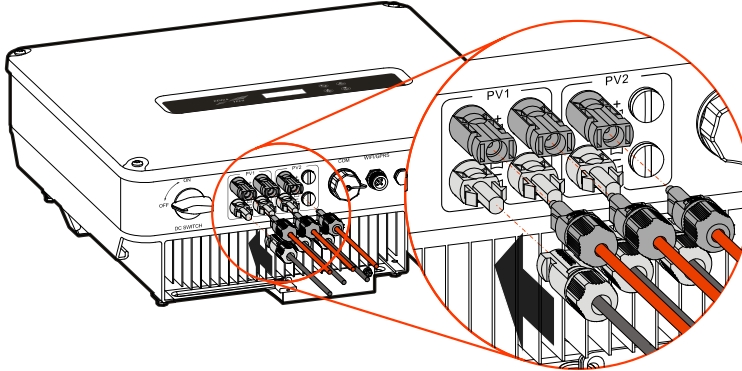

Figure3-21 Connecter le connecteur PV
- Etape 6 Insérez le connecteur positif et le connecteur négatif aux bornes PV + et PV - (comme indiqué à la Figure 3-21) et serrez-les. Si vous entendez un clic, cela signifie que le connecteur a été correctement inséré.